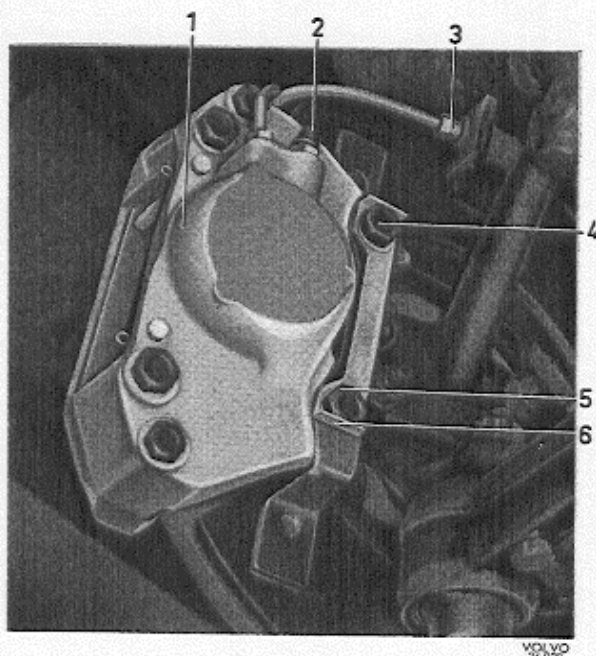
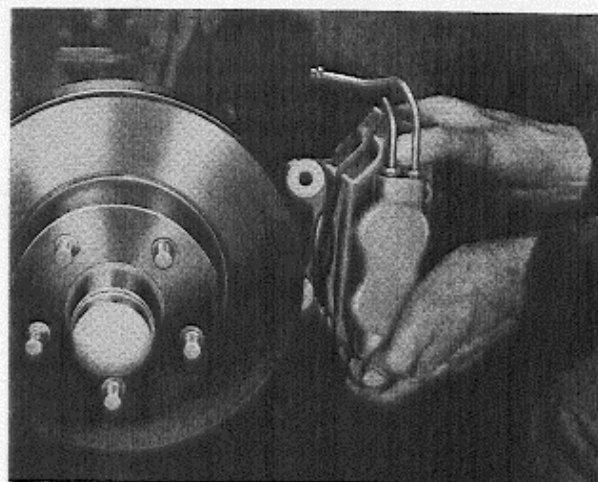

Abb. 13 Vorderradbremse
Abb. 14 Ausbau der Vorderradbremse
3. Bremsleitung (3, Abb. 13) lösen und Anschluß verschließen. Sicherungsblech (6) aufbiegen und Befestigungsschrauben (4, 5) ausschrauben. Bremssattel (1) kpl. (Abb. 14) hervorholen. (Bezieht sich auf Wagen mit Scheibenbremsen.)